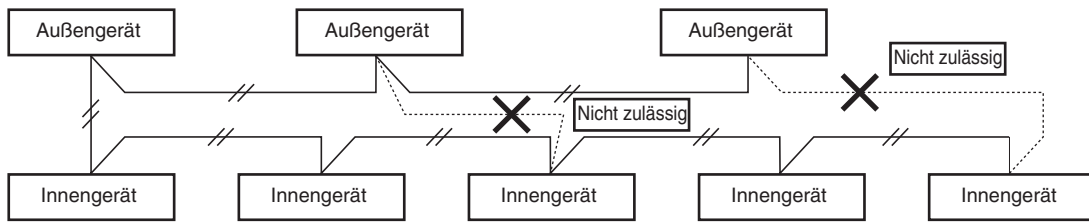

Abb. 4-3
- (1) Wenn Außengeräte innerhalb eines Netzwerks querverbunden werden sollen, muss die Kurzschlussbrücke des Abschlusssteckers aller Außengeräte bis auf eines getrennt werden. (Bei Versand: kurzgeschlossen.) An Systemen ohne Verknüpfung (keine Kabelverbindung zwischen den Außengeräten) darf der Kurzschlussstecker nicht entfernt werden.
- (2) Die Steuerverbindungsverkabelung zwischen Geräten darf nicht so angeschlossen werden, dass eine Schleife gebildet wird. (Abb. 4-3)